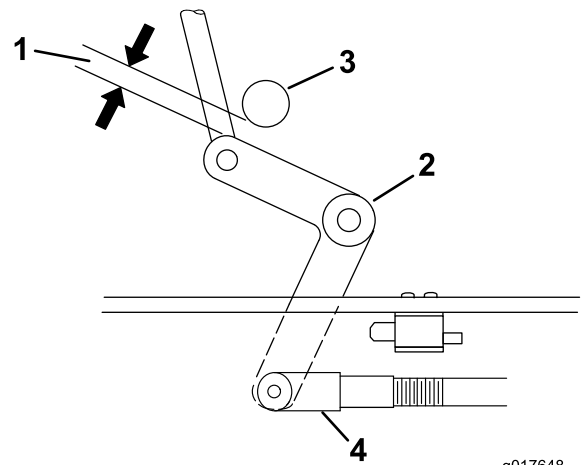

Figure 48
- Ajustez la longueur de la timonerie de sorte que l'extrémité la plus basse du levier coudé passe juste le renfort de support de l'essieu (Figure 48).
9. Desserrez l'écrou contre la chape (Figure 48).